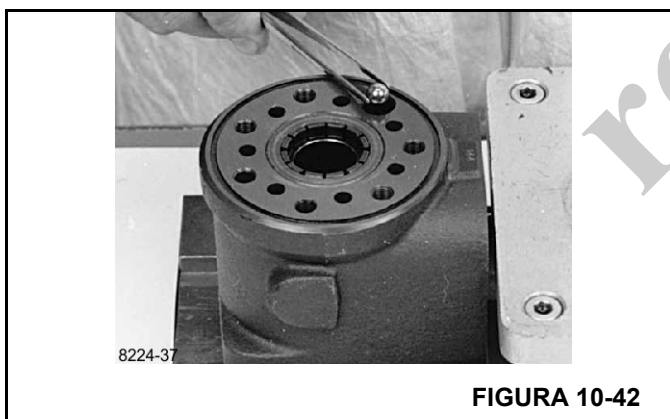

FIGURA 10-42
16. Gire a unidade da direção até que o furo esteja na vertical outra vez. Coloque a esfera da válvula de segurança no furo mostrado (Figura 10-42).